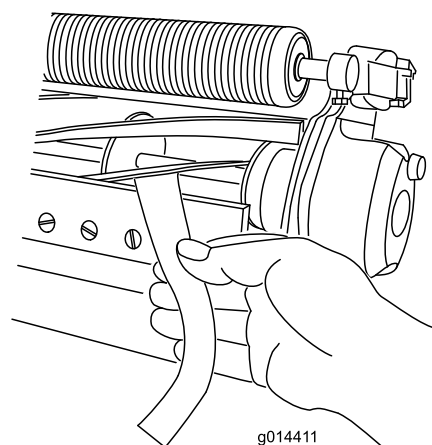

Figura 10
11. Testate le performance di taglio inserendo una lunga striscia di carta per le performance di taglio tra il cilindro e la controlama, perpendicolarmente al cilindro e alla controlama (**Figura 10**). Lentamente ruotate il cilindro in avanti per tagliare la carta.